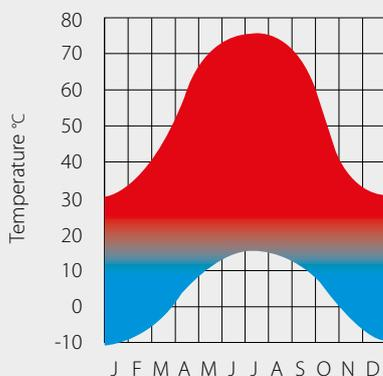

Figuur 01 >> Omkeerdak met diverse gebruiksmogelijkheden
- »» De isolatie beschermt zowel de dakbedekking als de draagstructuur tegen grote temperatuurschokken, waardoor de interne spanningen in de constructie en de waterdichte laag, aanzienlijk worden vermindert (figuur 01).